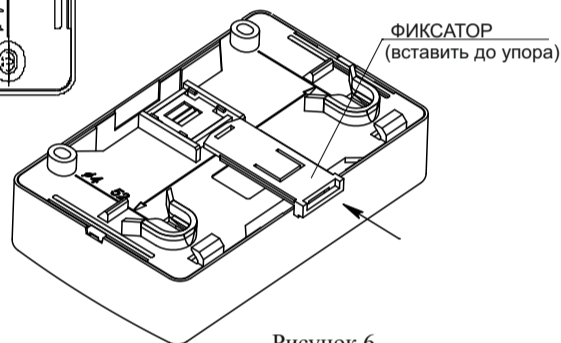

Рисунок 6
- в) при установке на DIN-рейку (рисунок 6):